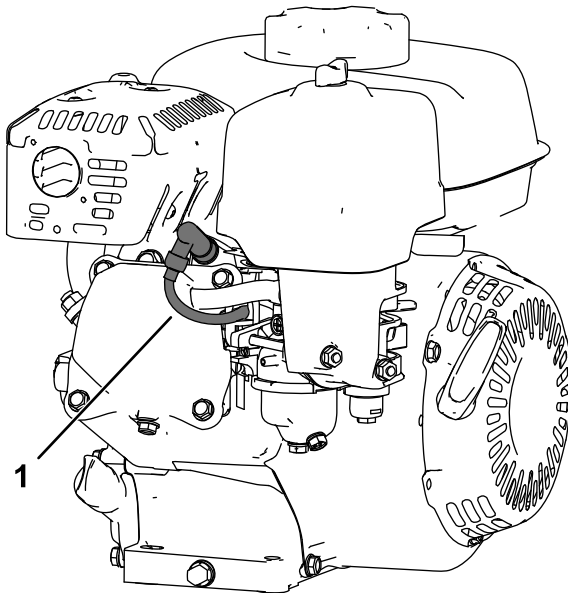

Figure 27
5. Débranchez le fil de la bougie (Figure 27).